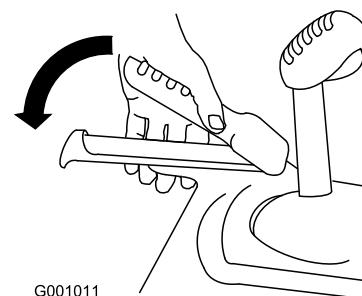

Figure 31
- Pour engager la transmission aux roues, serrez le levier gauche (déplacement) contre la poignée (Figure 31).